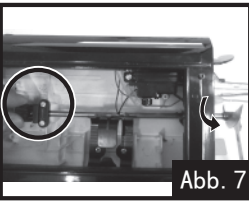

Abb. 7
7. Halten Sie das Gummiteil der Spindel fest und entfernen Sie den Propeller, indem Sie die Mutter am Ende mit einem Schraubenschlüssel lösen, Abb. 7.